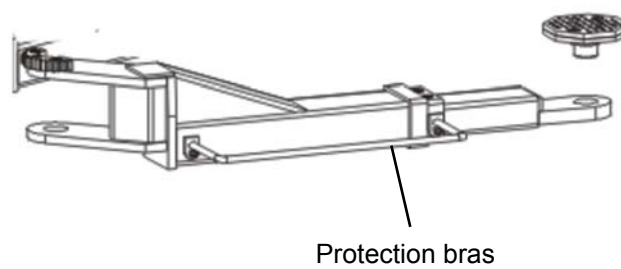

Fig. 17
- Installer les protecteurs prévus sur les bras (fig. 17)
- Dispositifs de sécurité des pieds appliqués aux bras (fig. 17).